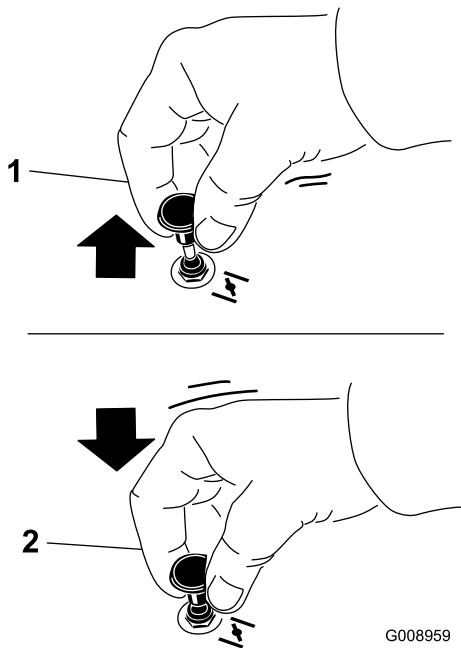

Bild 23
1. Ziehen Sie das Choke-Handrad heraus, um den Choke zu aktivieren, bevor Sie das Zündschloss verwenden (Bild 23).
2. Drücken Sie das Chokehandrad herein, um den Choke zu deaktivieren, wenn der Motor angesprungen ist (Bild 23).